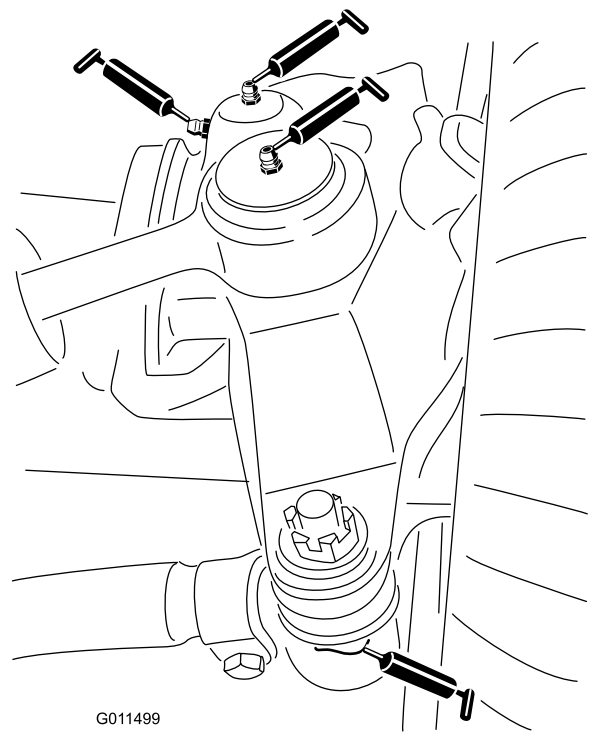

Figure 78
- 2 rotules de vérin de direction (Figure 78)
- 2 rotules de biellettes (Figure 78)
- 2 bagues de pivots de fusées (Figure 78).